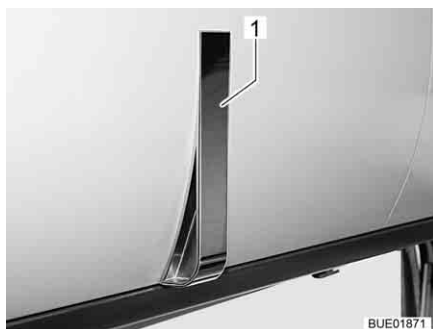
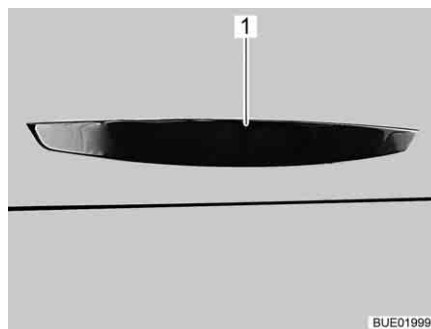

Fig. 41 Trampa de muebles con tirador (ejemplo)
Fig. 42 Trampa de muebles con tirador (alternativa)
- Tirar del tirador (Fig. 41,1 ó Fig. 42,1) hasta que la trampa quede abierta.